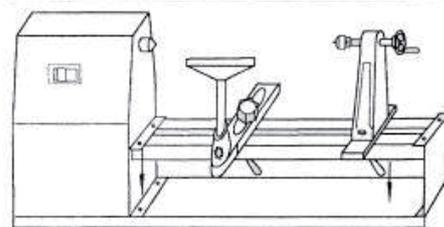

Рис. 8
2. Відмітьте місце, де ви хочете закріпити задню бабку та підпору різців (див. рис. 8).